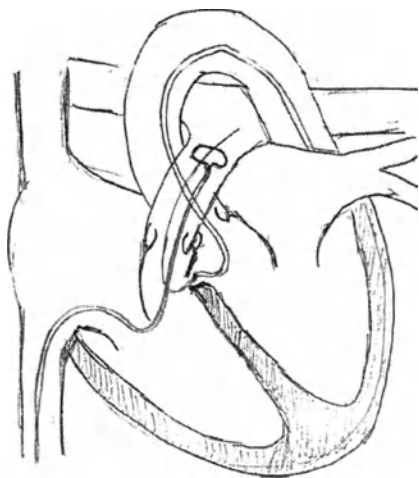

Рис. 05: Захват в петлю проводника катетера
- (Рис. 05) Затем нужно вставить петлю-ловушку multi-snare через вену, захватить гибкий проводник катетера, помещенный в легочную артерию или полую вену и вытащить его через доступ в правой бедренной вене. Так образуется артериовенозный направляющий проводник.